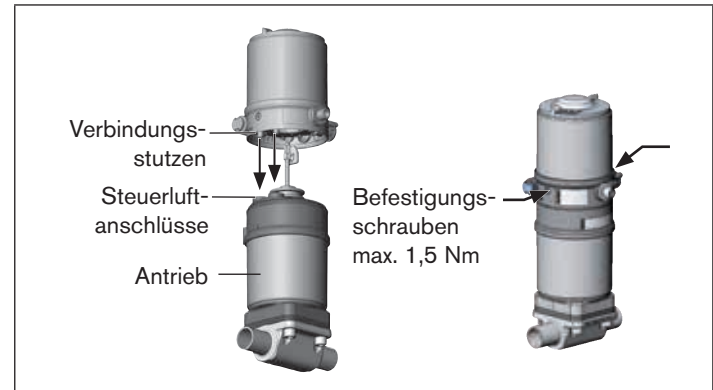

Bild 8: Montage Steuerkopf, Reihe 21xx
2. die Verbindungsstutzen des Steuerkopfs in die Steuerluftanschlüsse des Antriebs (siehe „Bild 8“) hineinfinden.